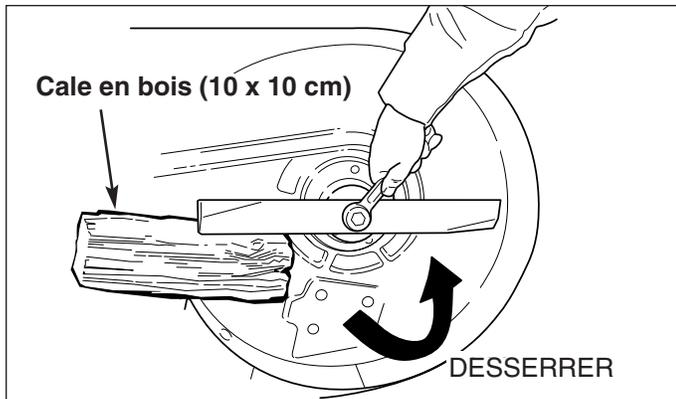

Figure 21. Dépose de la lame
3. Pour retirer une, la bloquer avec une cale en bois afin de pouvoir enlever le boulon de fixation (Figure 21).